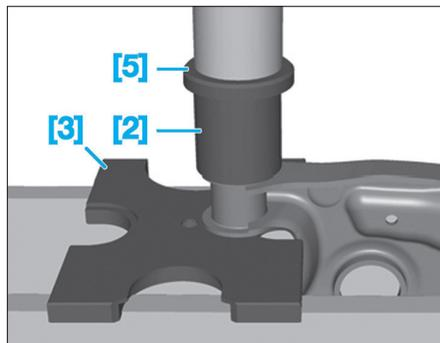

FIG. 43
• A l'aide des outils [2], [3] et [5], repousser légèrement le patin à la presse dans le bras de suspension (Fig.43).